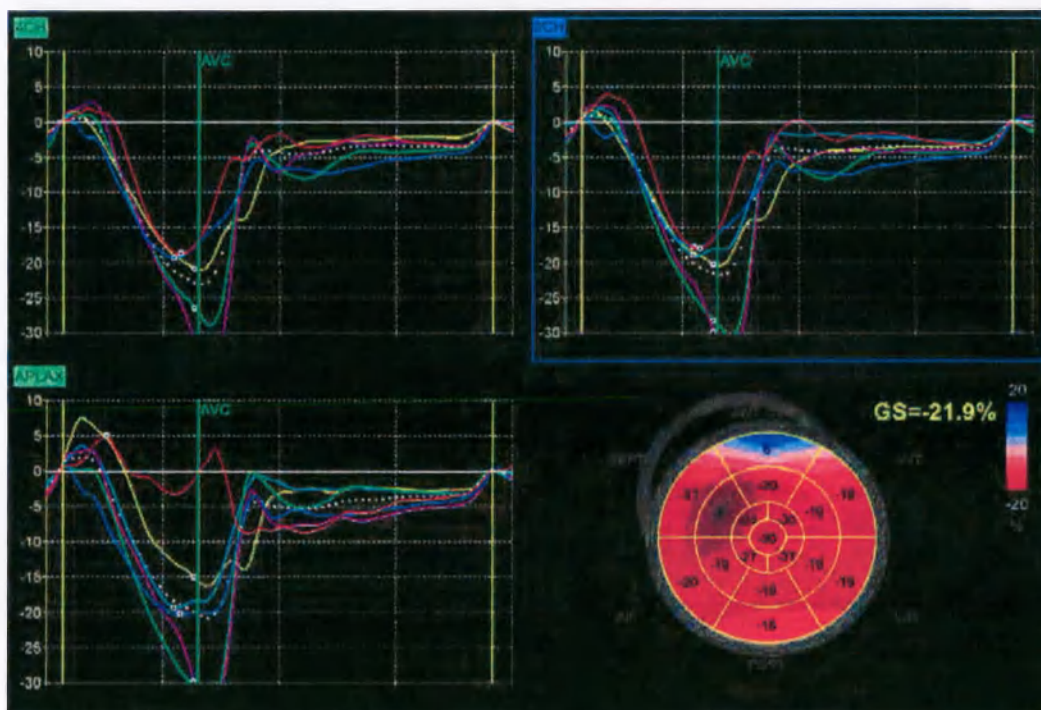

Рис. 7-22. Экран круговой диаграммы и кривых
1. Нажмите BE+Traces (Круговая диаграмма+кривые). Откроется экран круговой диаграммы и кривых (см. Рис. 7-22).
- **BE+Traces** (КрД+кривые) — помимо круговой диаграммы на экране отображаются кривые деформации для всех трех проекций. В этой проекции можно скорректировать пики контуров, перетаскивая маркеры пиков или щелкнув соответствующий сегмент на круговой диаграмме (Рис. 7-22).